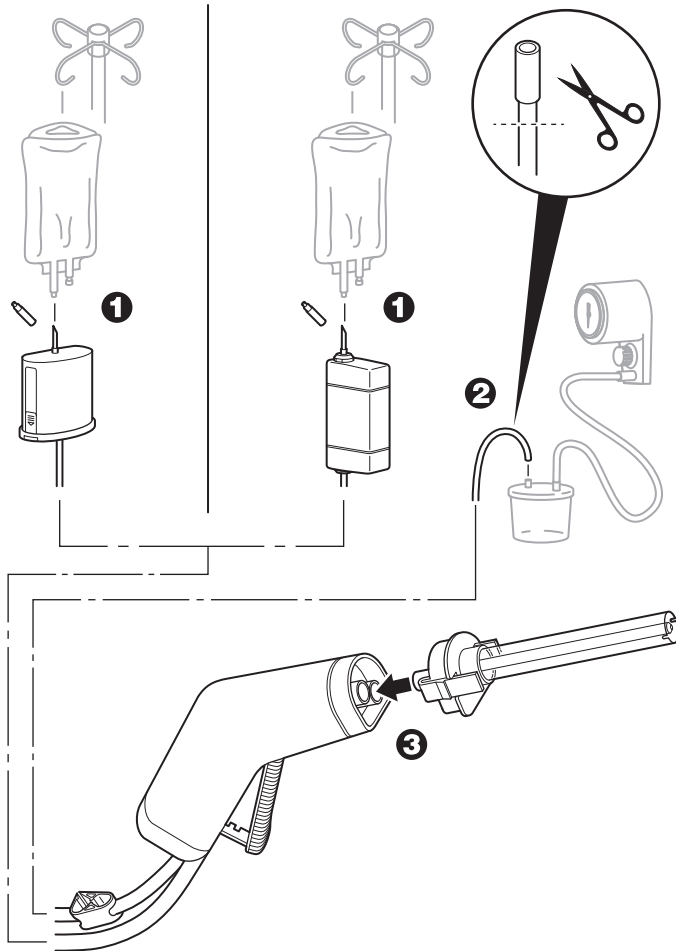

图 1 - 组装操作柄
1. 使用无菌技术,从操作柄灌洗管取下灌洗管钉帽并将灌洗管钉装入灌洗包无菌撕孔中(图 1)。